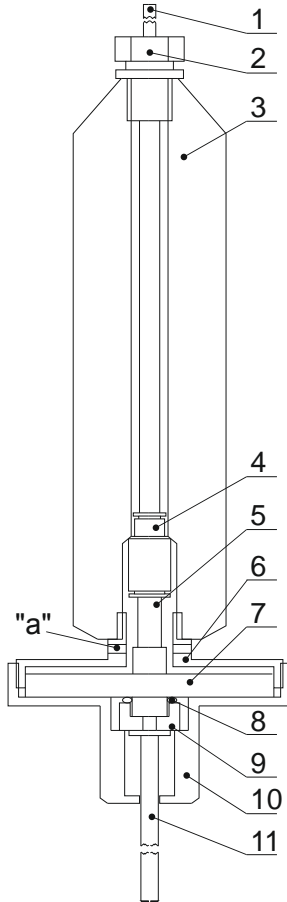

Рис. 4. Схема пробника
3.5. Для замены фильтра противопылевого (см. рис. 4):